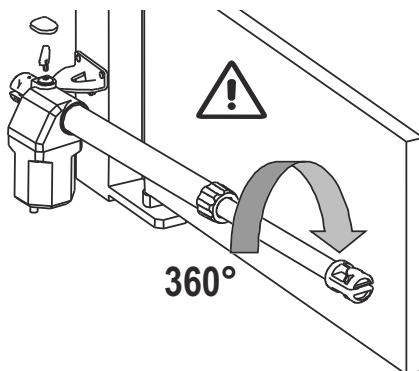

FIG. 5
- 7 - Girar el eje en sentido contrario 1 vuelta de  $360^\circ$  (ver FIG. 5).